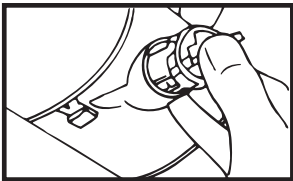

FIGURE 30 • FIGURA 30
- 2) Pour installer le nouveau cylindre du contacteur, appuyez sur la goupille de retenue et insérez le cylindre dans le logement de la colonne en mettant sur la position RUN (reportez-vous à la figure 30).